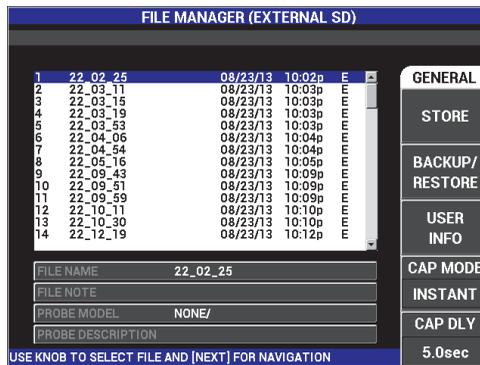

Figura 4-15 La funzione REGISTRA
Per sovrascrivere un file, selezionarlo con la manopola, ed in seguito premere il tasto di menu MEM ()^(SD) fino a quando viene visualizzata la pagina **GENERALE**. Infine premere il tasto di funzione A (vedere Figura 4-15 a pagina 107).